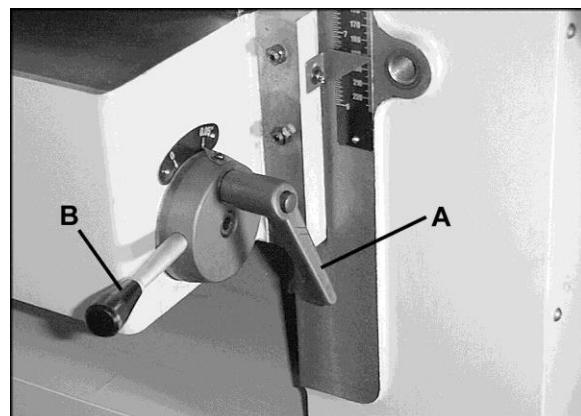

Рис. 16
Чтобы настроить высоту роликов стола, ослабьте рукоятку (A, рис. 16) и сдвигайте рычаг быстрой настройки (B, рис. 16), пока указатель не будет на требуемой величине шкалы. Затяните рукоятку (A, рис. 16), чтобы зафиксировать настройку.
2. Ослабьте фиксирующую рукоятку и переместите рычаг быстрой настройки (Рис. 16) на ноль.